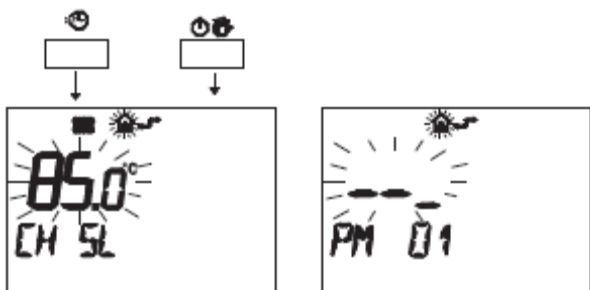

рис. 5.52
- Нажмите одновременно кнопки  и , чтобы войти в режим программирования, см. рис. 5.52